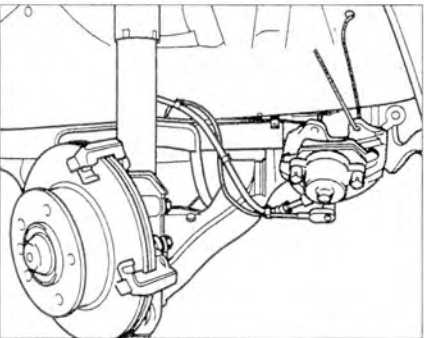

Рис. 8.6. Снимите тормозной суппорт и прикрепите его к кузову проволокой.
5. Снимите тормозной суппорт и прикрепите его к кузову проволокой (рис. 8.6).